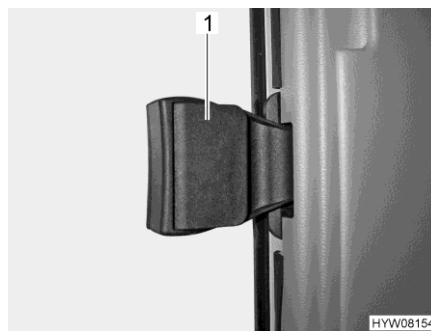

Fig. 40 Fenêtre côté passager
- Ouvrir la poignée (Fig. 40,1).